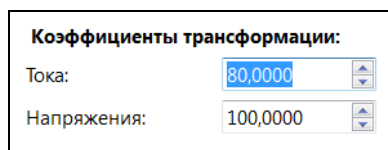

Рисунок 24 – Ввод значений коэффициентов трансформации по току и напряжению
6.5.4 Настройка схемы подключения прибора осуществляется на экранной форме «Настройки подключения» в поле «Схема подключения» (см. Рисунок 24) выбором соответствующей радиокнопки.
6.5.5 Для настройки коэффициентов трансформации измерительного прибора по току и напряжению следует, находясь на экранной форме «Настройки подключения», в разделе экранной формы «Коэффициенты трансформации» (см. Рисунок 24) в соответствующих полях ввести значения соответствующих коэффициентов трансформации.